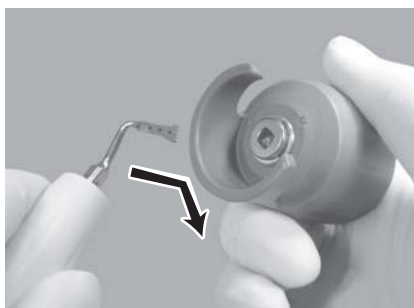

Fig. 20
- 2) Inserire la sagoma quadrata della punta nella fessura della chiave per le punte (Fig. 20).